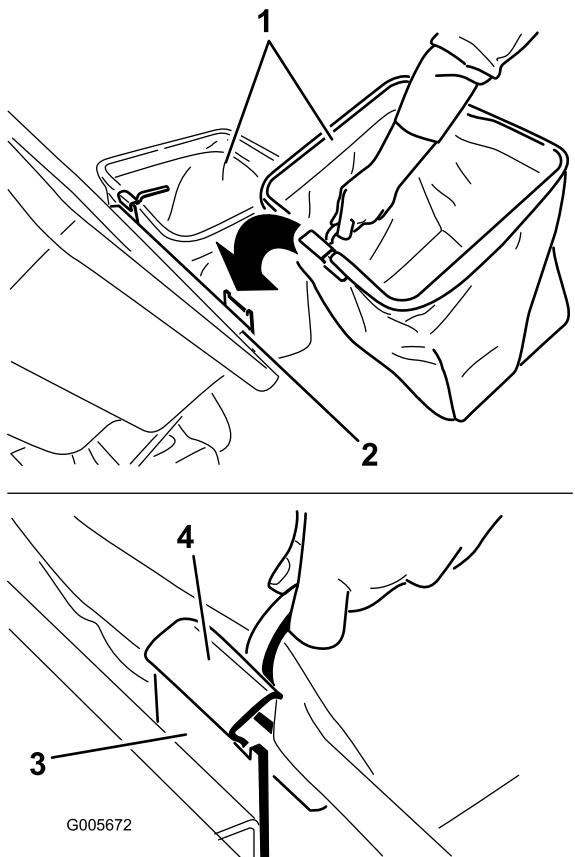

Figure 16
- Pour installer les bacs, glissez les crochets de l'armature sur les pattes de retenue (Figure 16).